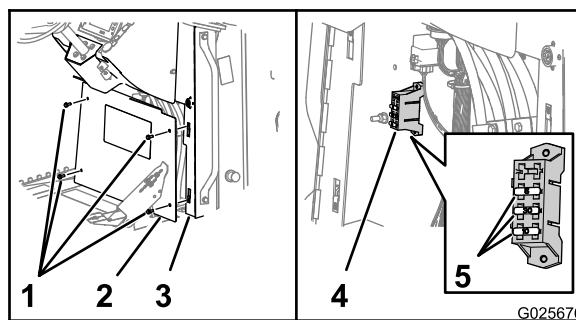

Рисунок 86
3. Выверните 4 болта с шестигранными фланцевыми головками (5/16 x 3/4 дюйма), которые крепят крышку к пульта, и снимите крышку (Рисунок 86).
4. Найдите перегоревший предохранитель и замените его предохранителем такого же типа и номинала (Рисунок 86).
6. Совместите отверстие в крышке с гаечными зажимами на фланцах пульта (Рисунок 86).